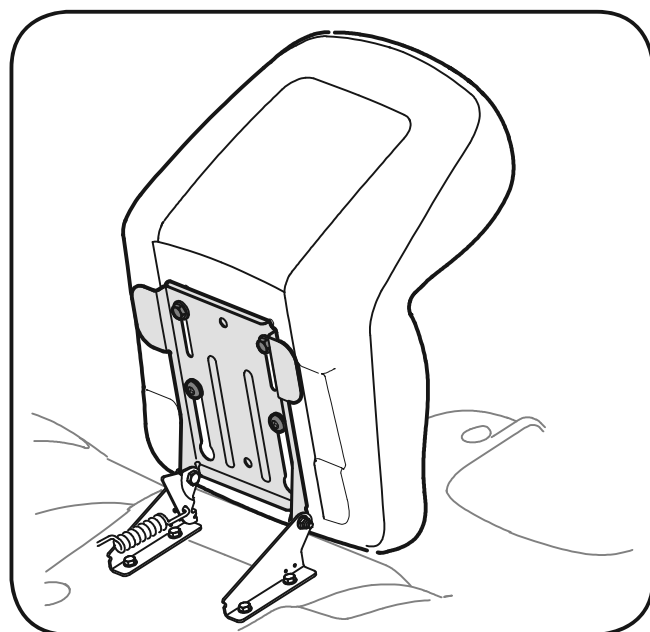

Figura 3-5
1. Coloque os parafusos encontrados na base do banco nos encaixes do suporte. Ver figura 3-5.
3. Ajuste a posição mais adequada, fixe com os dois parafusos hexagonais que foram retirados do banco. Ver figura 3-5.